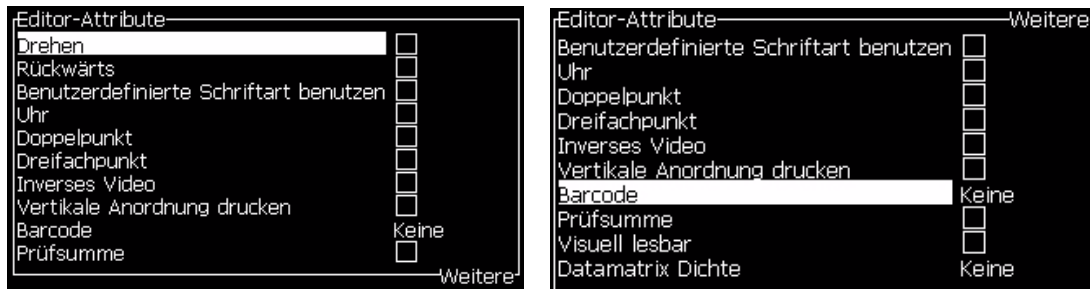

Abbildung 5-40: Menü Editor-Attribute
- 1 Wählen Sie die *In-Line-Attribute* aus dem Menü *Editor* (drücken Sie *ALT + E*). Das Menü *Editor Attribute* erscheint (siehe Abbildung 5-40 auf Seite 5-53).